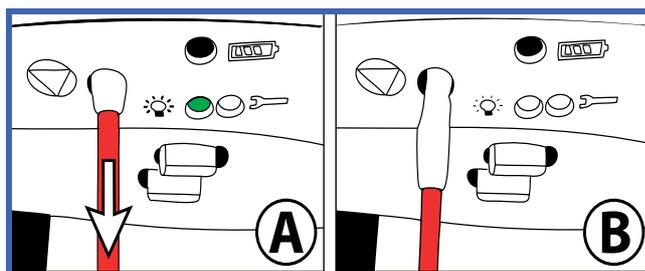

Fig. 9
- 1) Per arrestare il sollevapazienti in qualsiasi situazione di emergenza, tirare la cordicella rossa finché non si sente un "click" (vedere Fig. 9 - A). Si noterà che l'inserito in plastica dell'interruttore di ripristino, sulla sommità della cordicella rossa, è sceso (vedere Fig. 9 - B). Anche la spia di alimentazione verde si è spenta. Si noterà altresì che il paziente inizia a scendere lentamente quando si attiva l'arresto di emergenza, il che è normale.